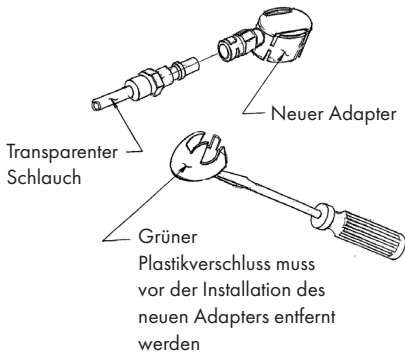

Abbildung 16
1. Entfernen Sie den im Lieferumfang des Bierfasses enthaltenen Adapter und entsorgen Sie diesen umweltgerecht (siehe Abbildung 16).